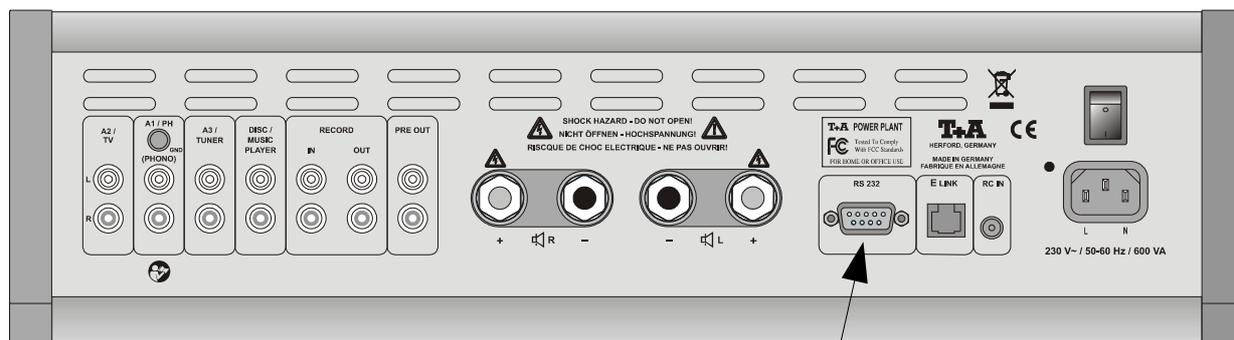

Abb.1 / Fig.1
- Verbinden Sie dann die serielle Schnittstelle Ihres PC mit Hilfe des seriellen Kabels mit der RS232 Buchse (1) des Power Plant (s. Abb. 1)
- connect your PC to the RS232 socket (1) at the rear of Power Plant (fig. 1) using the serial cable